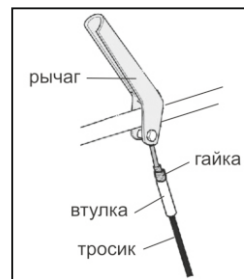

Рис. 41
11.8. Регулировка тросиков привода шнека и колес (гусениц) (рис. 41)